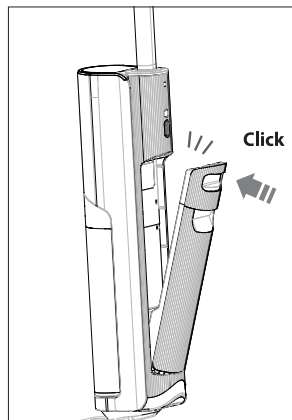

Fig. 7 – Colocación del depósito de agua
- ▶ Inserte el depósito de agua limpia en la ranura de la parte trasera del aparato ligeramente inclinado y presione el depósito de agua limpia hasta que encaje de forma audible y quede firmemente asentado (véase Fig. 7).